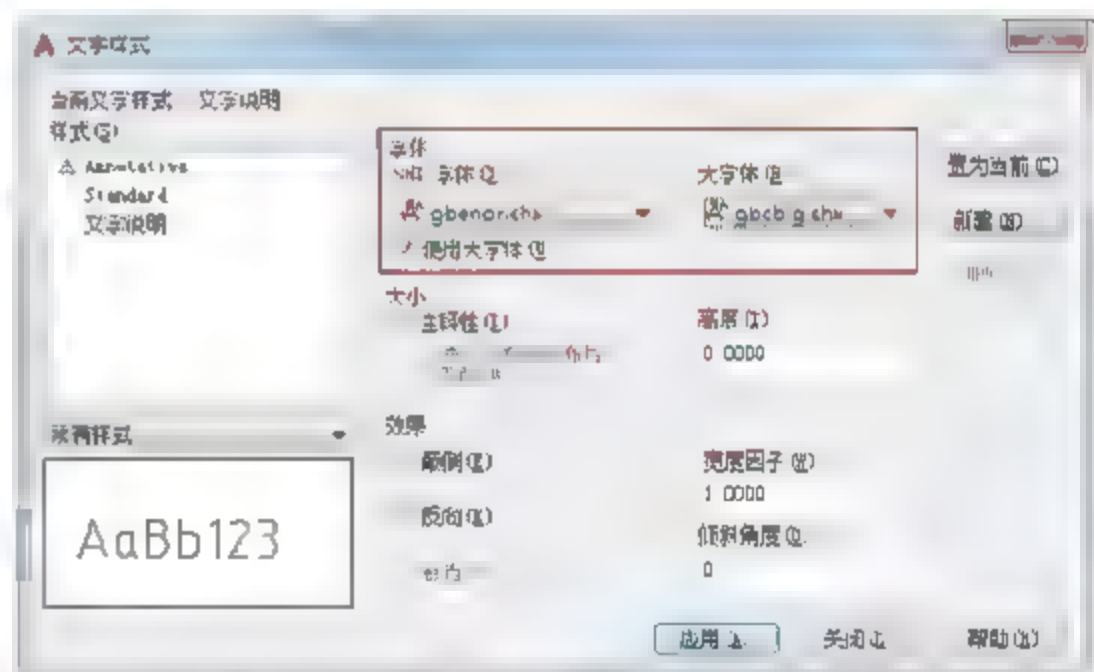

图6-7 选择字体
**04** 设置字体样式。在【SHX字体】下拉列表框中选择gbenor.shx样式，勾选【使用大字体】复选框，在【大字体】下拉列表框中选择gcbcbig.shx样式，如图6-7所示。